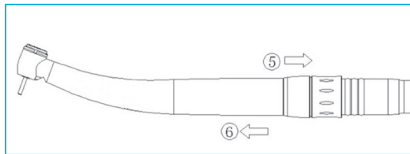

Fig. 6-8
- Segure firmemente o acoplamento LED e faça deslizar o anel de bloqueio (Fig. 6-8⑤).
- Retire o dispositivo médico (Fig. 6-8⑥).